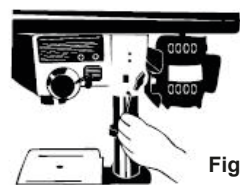

Fig.03
- 4º Aperte os dois conjuntos de parafusos localizados ao lado esquerdo do conjunto cabeçote, usando a chave Allen (**Fig.03**).